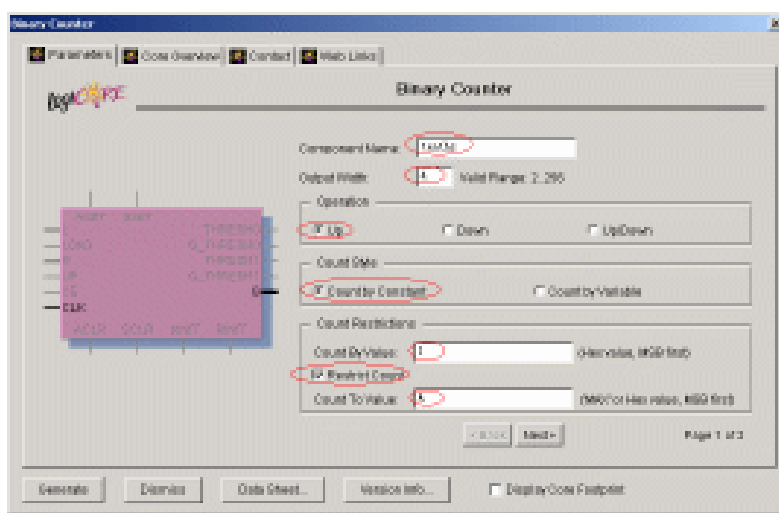

图9-16 设置计数器参数之一
- (1) 在 IP 核参数设置窗，如图 9-16 所示，设置计数器参数。